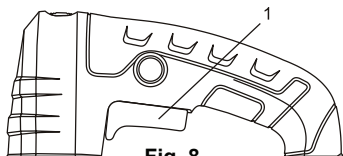

Fig. 8
1. Pour mettre la scie en marche (ON), appuyez sur l'interrupteur à gâchette (1) (Fig. 8).